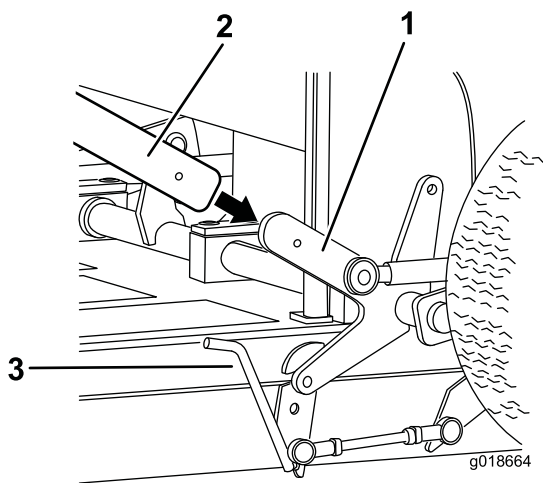

図 9
- 燃料キャップの周囲をきれいに拭いてキャップ外す図9。無鉛ガソリンポンプオクタン価87以上を、燃料タンクに入れるタンク内でガソリンが膨張することを考慮し、タンクの上部に25mm程度の余裕を残すこと。
- B. バーをバータブ昇降アームアセンブリの左側に差し込んでリンチピンで固定する図 9。